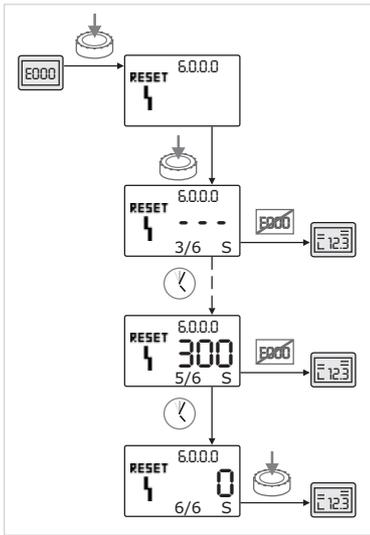

Fig. 53: Conferma del tipo di errore C
- Se si verificano errori del tipo C, per confermarli procedere come segue (Fig. 53):